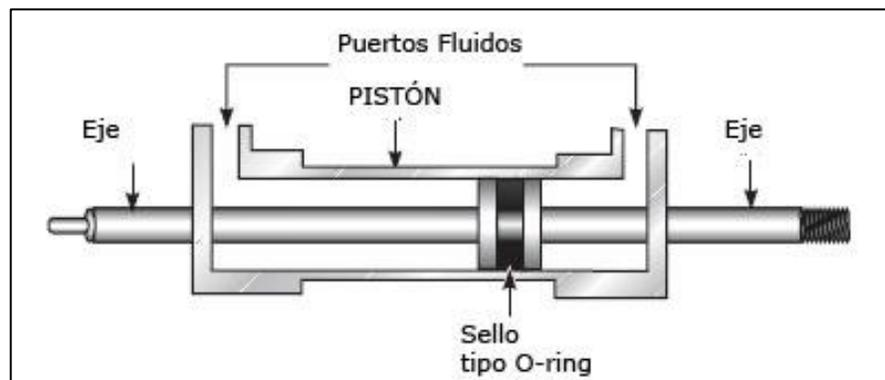

Figura 1.10 Motor oleohidráulico.
- **Motores oleohidráulicos:** Funcionan con una presión de aceite que mueve a uno de los lados del émbolo o veleta lo que genera una fuerza de expansión entre la pared del cilindro y el émbolo. Estos dispositivos tienen la desventaja de que requieren de un sistema externo para su funcionamiento como un motor eléctrico que hace funcionar la bomba de aceite y la ventaja es que tienen un gran par específico y una rápida respuesta (figura 1.10).